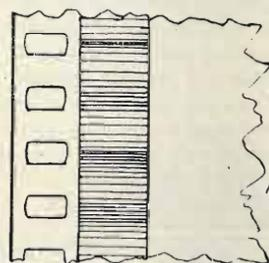

Fig. 4
2) lasciando costante la superficie e variando l'intensità del pennello luminoso (sistema a intensità variabile: prototipo di Movietone Western, il Tobis ecc.), (fig. 4).